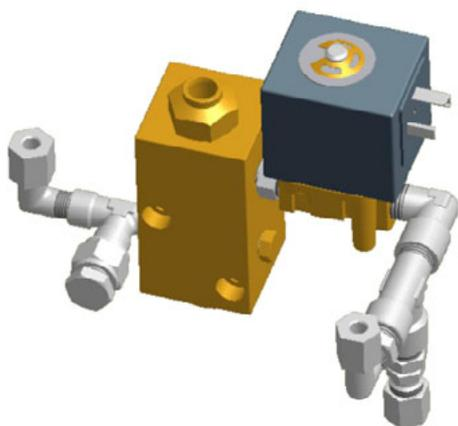
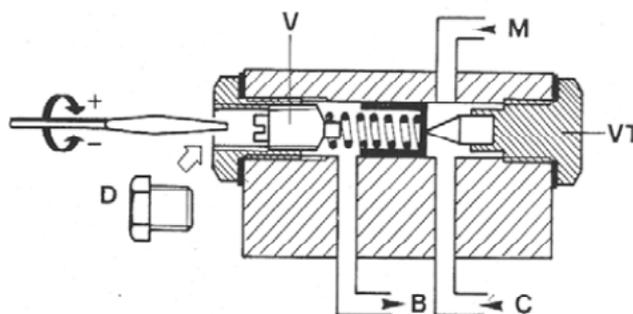

Fig. 6 - Regolatore manuale
Fig. 8
7. Per eseguire la regolazione della portata dell'olio in bassa fiamma agire sul regolatore di pressione manuale (Fig. 6): togliere il tappo **D** e agire sulla vite **V** (vedi Fig. 25) del regolatore manuale, servendosi di un cacciavite (vedi Fig. 24). La vite di regolazione
**Nota:** Dopo un certo periodo di funzionamento, possono verificarsi delle alterazioni di pressione, dovute alla presenza di sporco sulla tenuta dello spillo: è consigliabile, quindi, smontare la vite **VT** (vd. Fig. 6 - Fig. 8) e pulire.